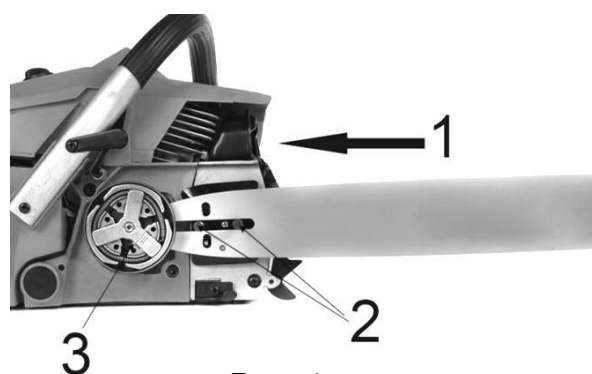

Рис. 4.
Установите пазовую часть пильной шины (1) на шинные болты (2). Передвигайте шину за муфту сцепления (3) до тех пор, пока она не остановится (См. Рис. 4).